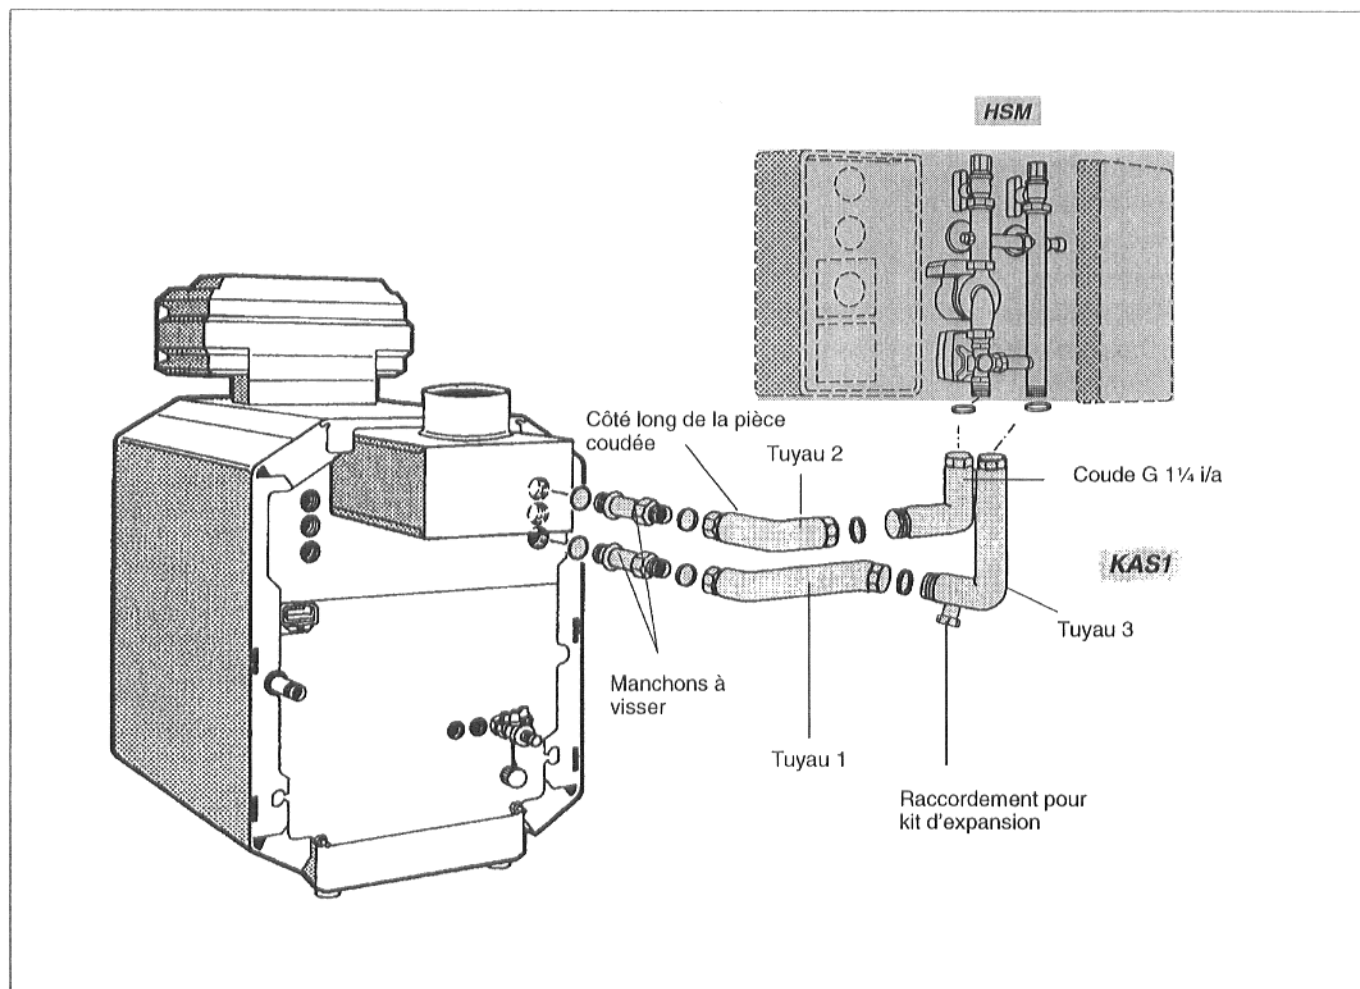

Fig. 4 KAS 1 montage à gauche
- Visser les manchons à visser avec le joint torique incorporé dans les tuyaux départ et retour de la chaudière (Fig. 4).
- Visser le tuyau coudé 2 avec le côté long sur le manchon à visser dans le départ chaudière (Fig. 4).
- Visser le coude G 1 1/4 i/a sur le tuyau 2 selon Fig. 4.
- Visser le tuyau 1 sur le manchon à visser dans le retour chaudière (Fig. 4).
- Visser le tuyau 3 (G 1 1/4, ia ; avec raccordement pour kit d'expansion) sur le tuyau 1 selon Fig. 4.
- Placer le kit circuit de chauffage avec ou sans vanne mélangeuse sur les groupes de tuyaux et le visser (Fig. 4).